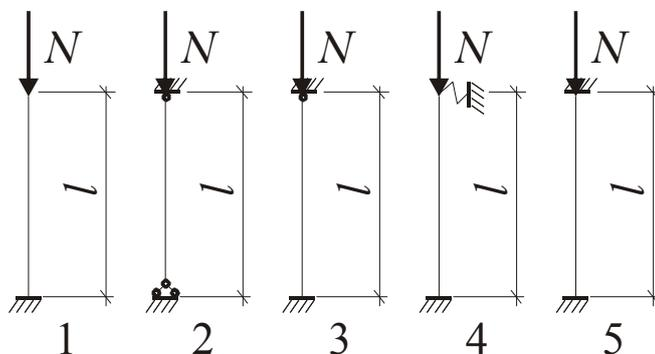

Рис. 4.6. Расчетные схемы стоек
5. Какой расчетной схеме центрально-сжатой стойки (рис. 4.6) соответствует запись: $l_0 = 0,8l$ (l и l_0 – соответственно фактическая и расчетная длины стойки)?